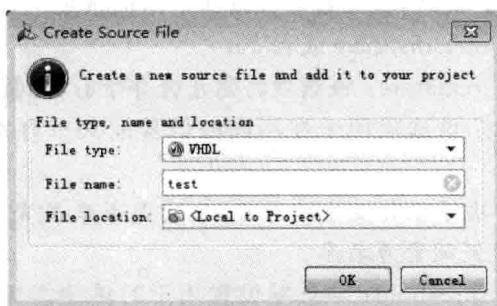

图 2.33 添加 VHDL 类型的仿真文件
(3) 单击 Next 按钮。
(4) 出现 Add or Create Simulation Sources(添加或者创建仿真源文件)对话框界面。在该界面内, 单击 Create File 按钮。
(5) 下面分 VHDL/Verilog 两种设计语言介绍:
① 对于 VHDL 设计流程, 如图 2.33 所示, 按下面参数设置: